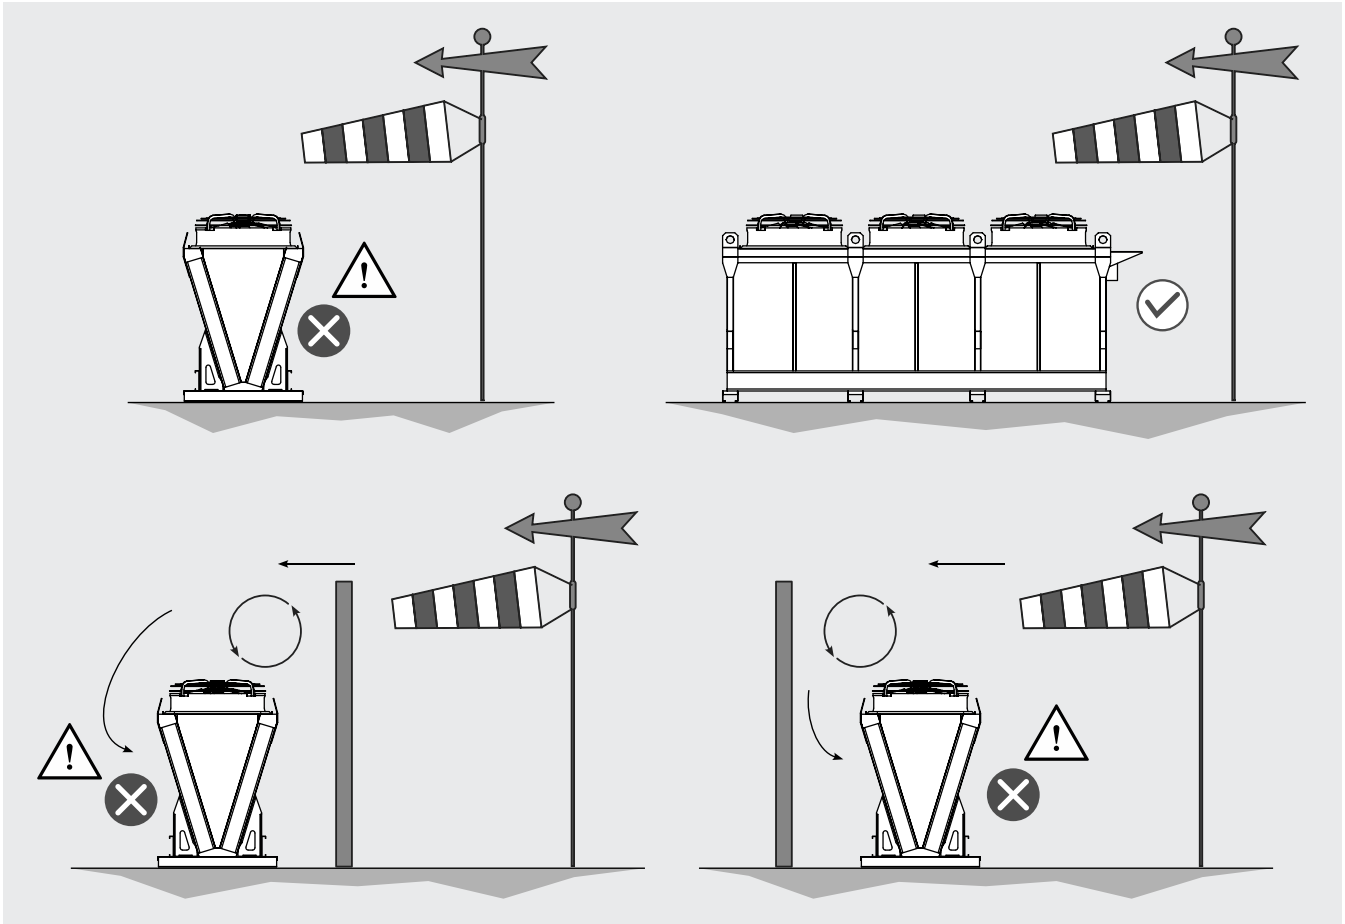

Figura 4
- 4.5 Correnti di vento trasversale, sia in presenza che assenza di ostacoli, possono portare a fenomeni di ricircolo dell'aria con decadimento delle prestazioni del modello. Si veda la Figura 4.